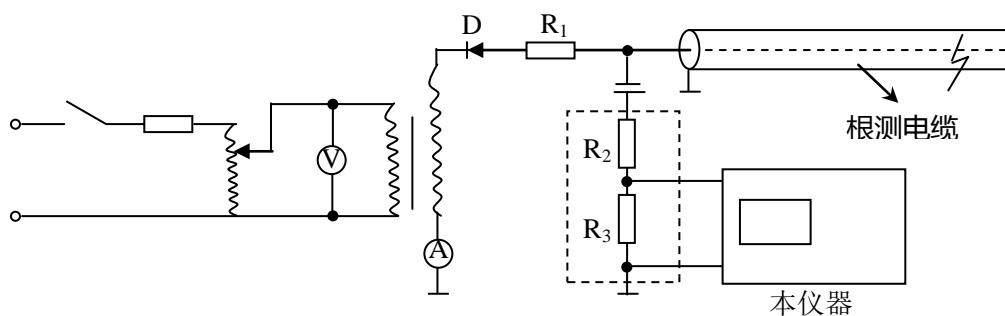
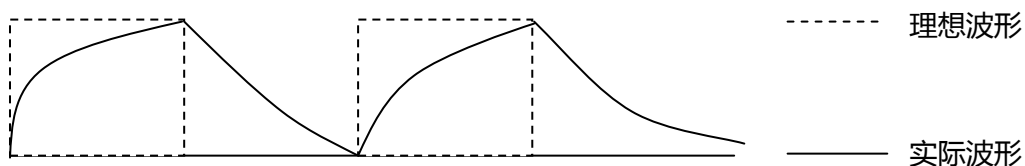

图2 直流高压法测试原理图
图3 直流高压法波形图
当故障电阻极高，尚未形成稳定电阻通道之前，可利用逐步升高的直流电压施于被测电缆。至一定电压值后故障点优先被击穿，形成闪络，利用闪络电弧对所加入电压形成短路反射，反射回波在输入端被高阻源形成开路反射。这样电压在输入端和故障点之间将多次反射，直至能量消耗殆尽为止。测试原理线路图如图2所示，线路的反射波形如图3所示。
5) 接通仪器电源，屏幕出现视窗。然后逐步调节调压器升高测试电压，当故障点产生闪络现象时，毫安表中电流突然增大，电压表指针抖动。显示屏上应出现 4.2 中图 3 所示波形。由图 3 可知， $t_1 \sim t_2$ 间为故障距离。